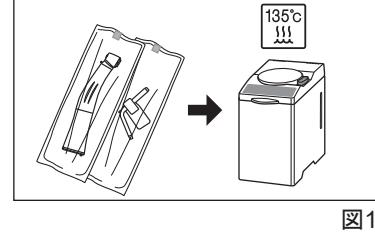

図19
- 1 減菌バッグに入れ、封をします。(図19)
- 2 135°Cまでの温度でオートクレーブ減菌を行います。(図19)